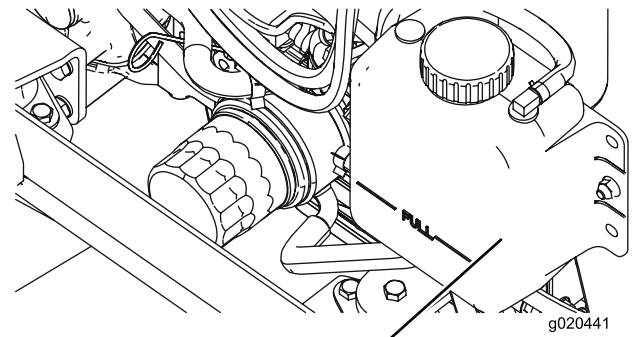

Figura 68
1. Togliete con cautela il tappo del radiatore e il tappo del serbatoio di espansione (Figura 68).